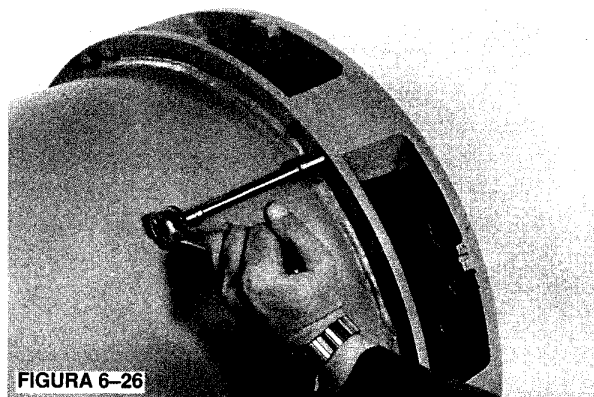

FIGURA 6-26
5. a. En los generadores de un solo cojinete, quite los tornillos de casquete que retienen el adaptador SAE al generador, y quite el adaptador. (Figura 6-26 y 6-27.)
- b. En los generadores de dos cojinetes, quite los tornillos de casquete que retienen el soporte del extremo del impulsor al generador, y quite tal soporte. (Figura 6-26 y 6-28.)